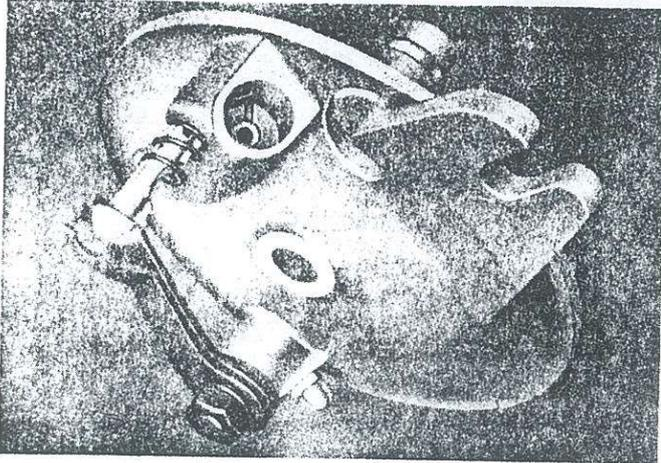

Bild 163. Sperrbolzen mit Druckfeder einsetzen
10. a) 6. Sperrbolzen Nr. 122882-0 und Druckfeder Nr. 122883-0 in kleine Bohrung der Gegenhalteplatte so einsetzen, daß die in den Bolzen eingefräste Rundung nach der Bohrung zeigt (Bild 163). In dieser Stellung den eingedrückten Sperrbolzen mit Kerbstift 2×14 mm KS 3 Nr. 20633 verstiften. (Stift mit einem Dorn einschlagen.)